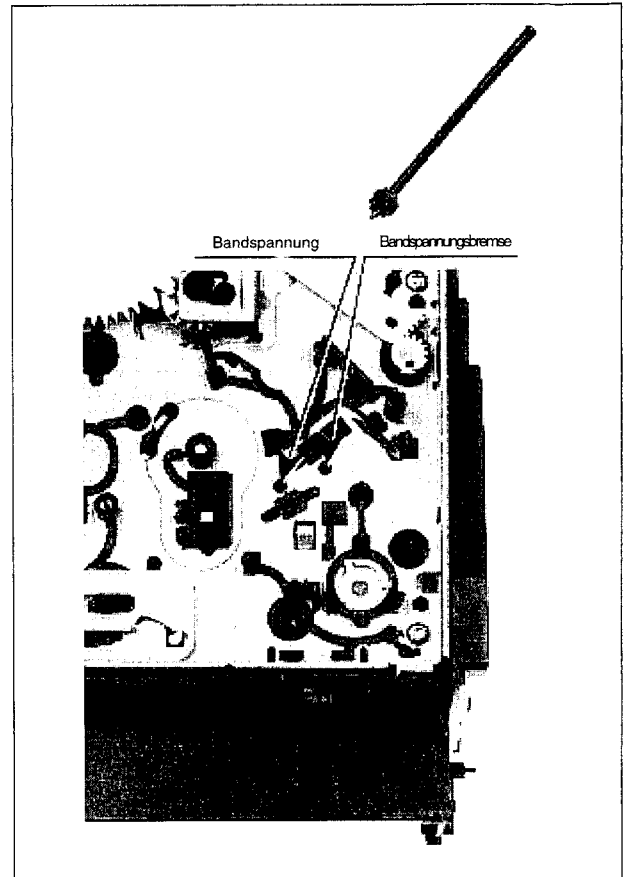

Abb. M10
- Mittels Einstellwerkzeug (von der Unterseite des Laufwerks das Bremsband so einstellen, daß die Nase des Bandzugfühlers deckungsgleich mit der linken inneren Führungskante von Führung links ist. (Siehe Abb. M10/M11)
- Mit dem Einstellwerkzeug (von der Unterseite des Laufwerks) die Feder (Pos.11) auf einen Bandzug von  $0.24\text{N} \pm 0.02\text{N}$  ( $24\text{g} \pm 2\text{g}$ ) einstellen. (siehe Abb. M10/11).